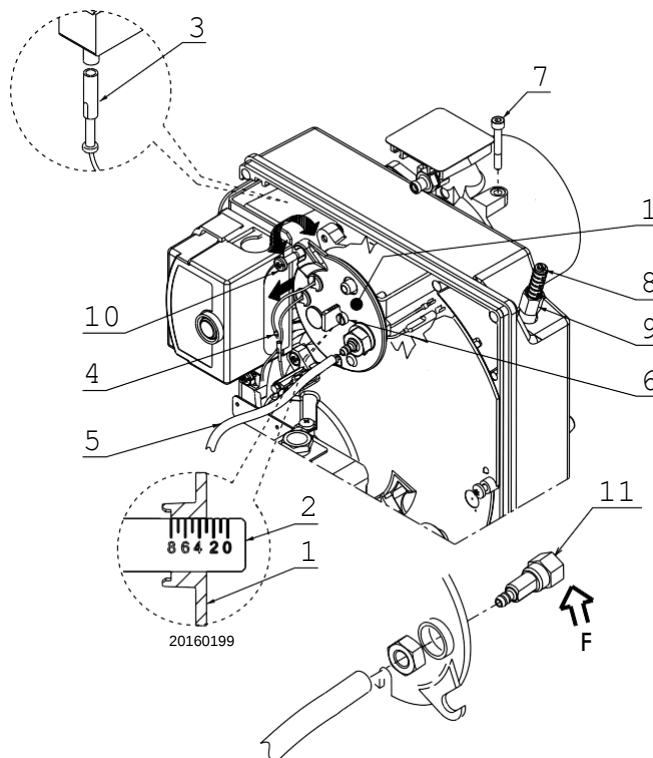

Рис. 13
Эта операция выполняется путем вращения регулировочного винта (6) (рис. 13) по часовой или против часовой стрелки до тех пор, пока отметка на регулировочном стержне (2) не совместится с внешней поверхностью узла головки (1). На рис. 13 регулировочный стержень головки установлен на деление (отметку) 3. Пример для горелки BB-GAS 116 P
Для демонтажа узла головки (рис. 13) необходимо выполнить следующие действия:
Произведите сборку в порядке, обратном описанному выше, установив узел головки (1) (рис. 13) в исходное положение.
Вкрутите винты (7) (рис. 13) до упора, не затягивая их окончательно. Затем затяните их с моментом затяжки 3–4 Н·м.
Если контрольная точка замера давления (11) случайно разболтается (рис. 13), рекомендуем закрепить её надлежащим образом, убедившись, что отверстие (F) (рис. 13) внутри узла головки (1) направлено строго вниз